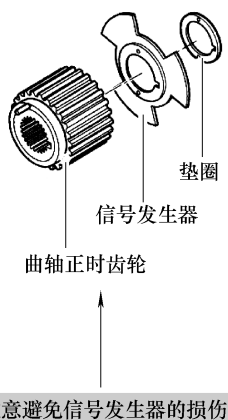

图 8-67 安装曲轴正时齿轮
3) 安装曲轴正时齿轮, 并对准正时标记, 如图 8-67 所示。
4) 安装凸轮轴正时齿轮, 并按图 8-67 所示调整初始安装状态。